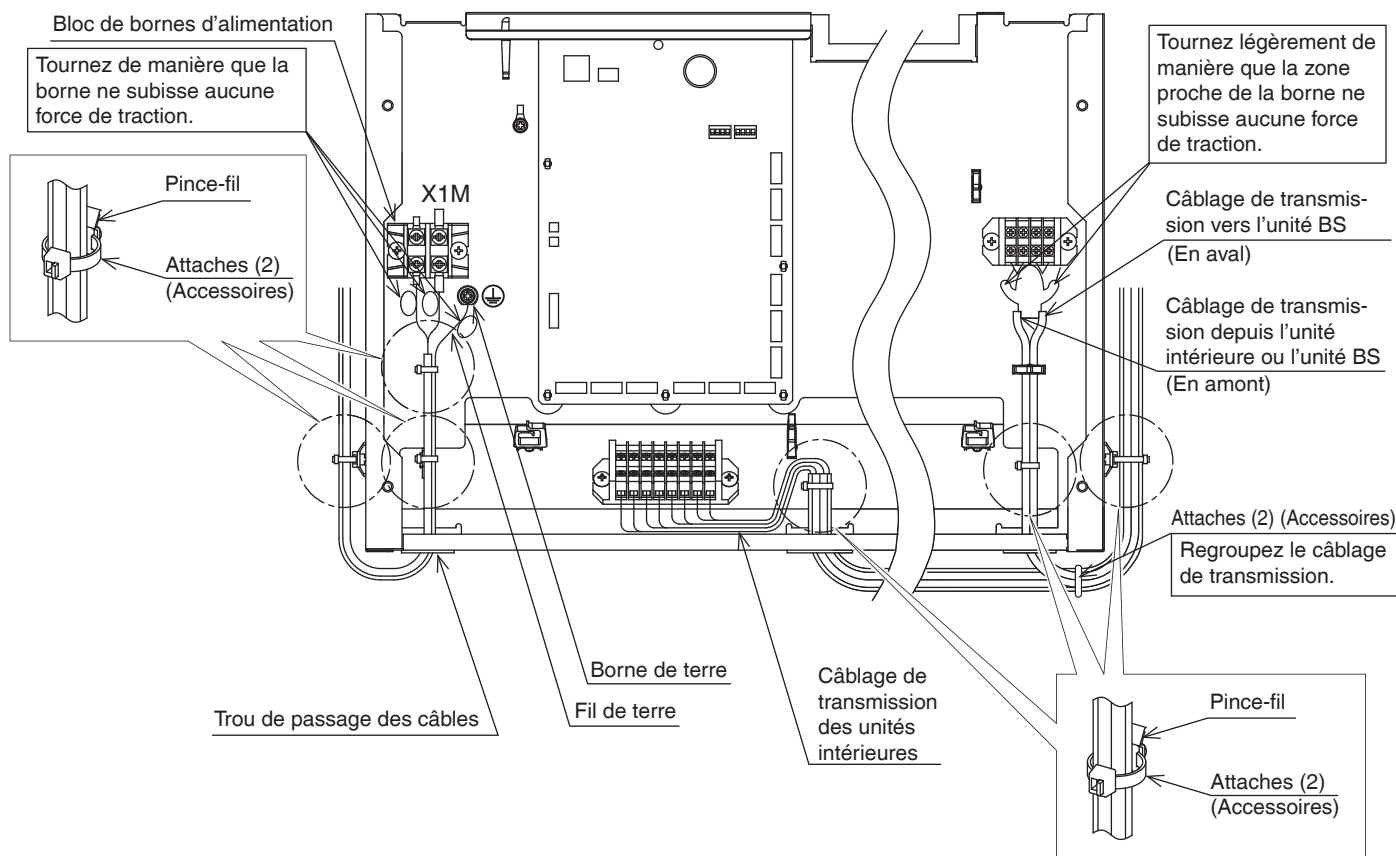

**Fig. 12**
**(Reportez-vous à la Fig. 12.)**